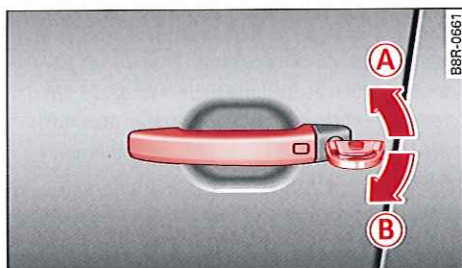

Fig. 25 Porte du conducteur : barillet
- ▶ Pour déverrouiller la porte du conducteur, tournez la clé en position d'ouverture (A) ⇒ fig. 25.
- ▶ Pour verrouiller la porte du conducteur, amenez le levier sélecteur en position P (boîte de vitesses automatique) et tournez la clé **une fois** en position de fermeture (B) ⇒ A.